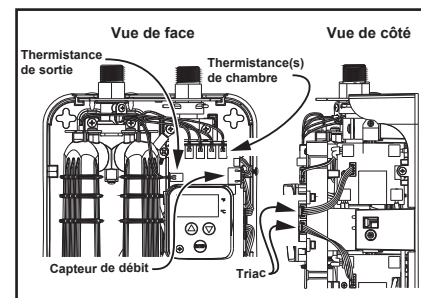

Figure 46 - Branchement des composants sur la carte de commande.
**3** Une fois le capot avant enlevé, prendre le temps de noter ou photographier la façon dont la carte de commande est installée et dans quel connecteur chaque composant est branché. Voir Figure 46.
Rebrancher correctement les faisceaux de câblage des thermistances et du capteur de débit sur la carte de commande neuve. Veiller à bien brancher les faisceaux de câblage du capteur de débit et des thermistances dans les bons connecteurs de la carte de commande. Voir étape 3, Figures 46 et 47.